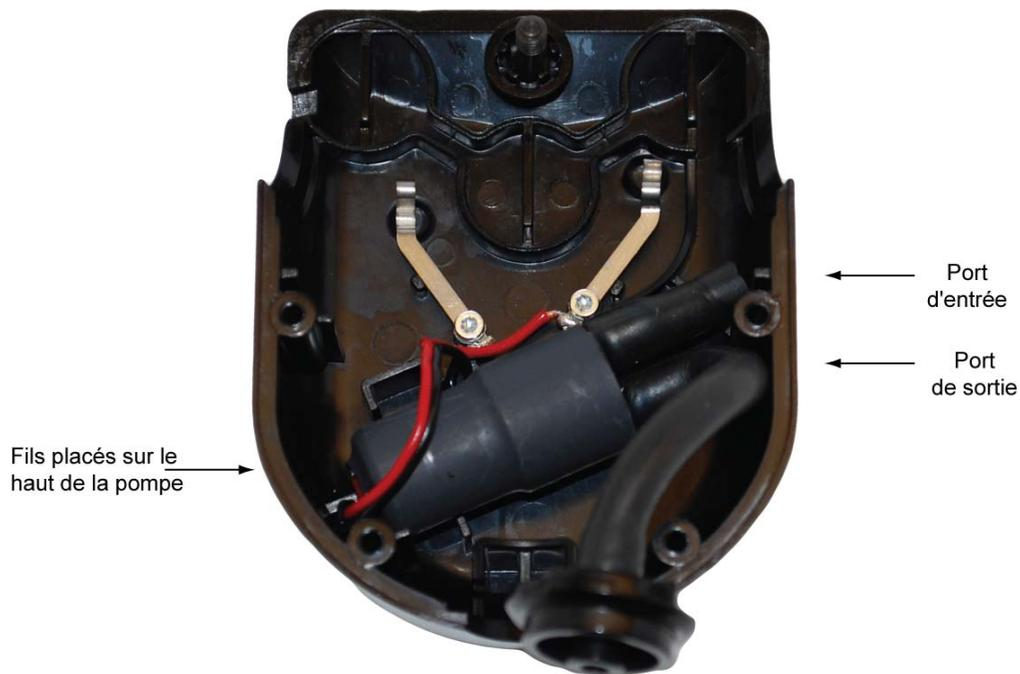

Figure 5-8. Installation de la pompe
- 12) Placez la pompe dans le boîtier en positionnant les orifices l'un par-dessus l'autre. L'orifice INLET doit être situé plus haut que l'orifice OUTLET. Vérifiez que les fils sont placés en haut de l'ensemble comme indiqué sur la Figure 5-8.